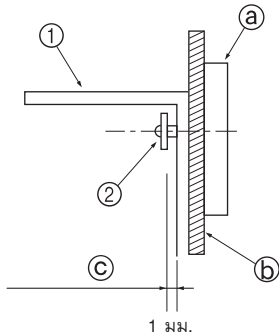

Fig. 3-4
- ชั้นแรก ติดแผ่นรองที่ผนังและชั้นสกรูเพื่อให้แผ่นรองสามารถเลื่อนขึ้นและลงได้ (Fig. 3-4)
- ① แผ่นรองป้องกันบริเวณด้านบน
- ② ตะปูควง
- ③ บัว
- ④ วัสดุที่เป็นพื้นผิวของผนัง
- ⑤ ระยะห่างประมาณ 1 มม.